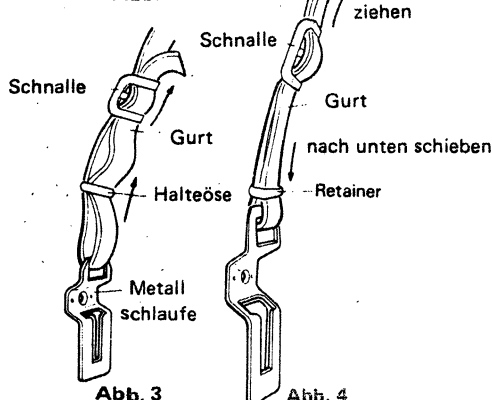

Abb. 3
- 3) Den Gurt wie in Abb. 3 gezeigt zuerst durch die Metallschleufe, dann durch die Halteöse und schließlich durch die Schnalle ziehen.